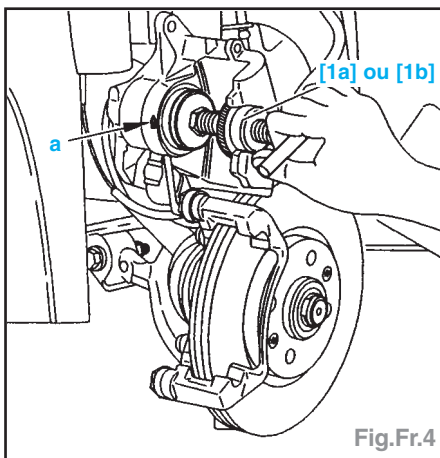

Fig.Fr.4
- La flèche «a» indique le sens de rotation du piston de frein (Fig.Fr.4).
- Tourner le piston de frein de l'étrier droit dans le sens anti-horaire à l'aide de l'outil [1a] (Fig.Fr.4).
- Tourner le piston de frein de l'étrier gauche dans le sens horaire à l'aide de l'outil [1b] (Fig.Fr.4).